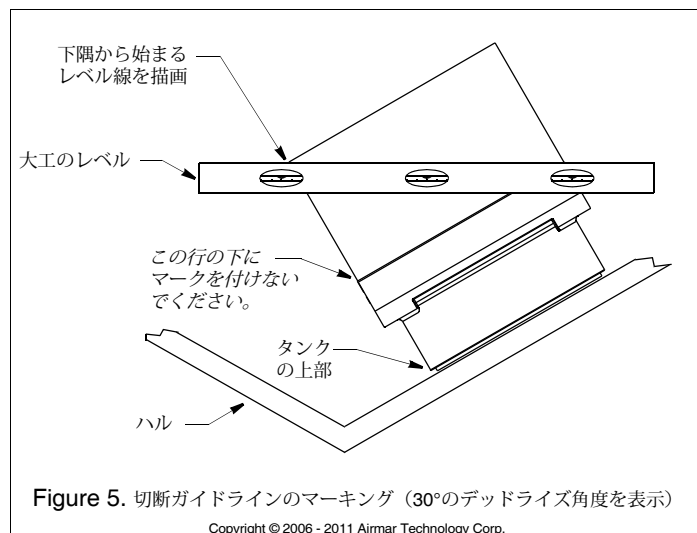

Figure 5. 切断ガイドラインのマーキング (30°のデッドライズ角度を表示)
2. 選択した取り付け位置が最適であることに満足したら、タンクを上下逆にして船体に置きます(図5)。注：タンクは、ポートの中心線に平行に短辺または長辺を配置できます。